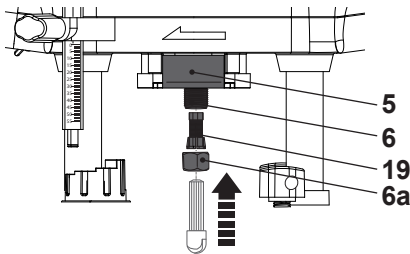

Fig. 4
**NOTA:** Las pinzas de sujeción están disponibles para distintos tamaños de vástagos de útiles de fresado. Elija una pinza de sujeción adecuada (19) en función del útil de fresado a utilizar. Inspeccione las pinzas de sujeción regularmente en busca de daños o desgaste. Reemplácelas por otras del mismo tipo si fuera necesario.
- > Revise si las pinzas de sujeción (19) son adecuadas para el útil de fresado seleccionado. Si no, retire la tuerca de fijación (6 a) y las pinzas de sujeción (19) del portaútiles (6). Inserte unas pinzas de sujeción adecuadas (19) y vuelva a colocar la tuerca de fijación (6 a) (Fig. 4).
- > Inserte el útil de fresado en las pinzas de sujeción (19) hasta la marca "K" marcada en el vástago (si viene marcado), o si no, insértelo unos 20 mm dentro de las pinzas (19) (Fig. 4).